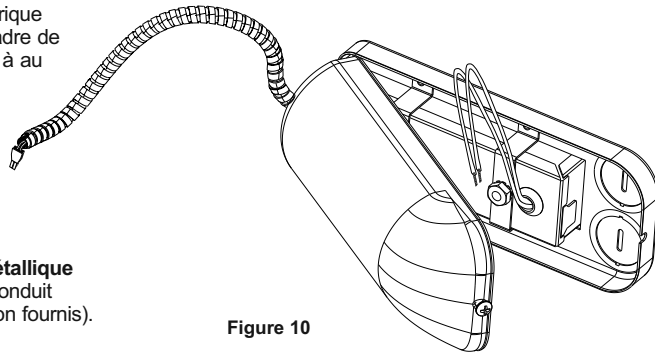

Figure 10
Étape 2. Retirez le couvercle du compartiment de câblage. Retirez le (s) knock-out (s) approprié (s) pour tenir compte du type d'alimentation électrique utilisée (Fig. 10).
Étape 3. Tirez le câble d'alimentation 10 mm et insérez chaque fil d'alimentation dans le connecteur approprié. Connectez le fil de fixation noir au fil d'alimentation chaud, blanc au neutre, et le fil de fixation vert à la terre (Fig. 10).